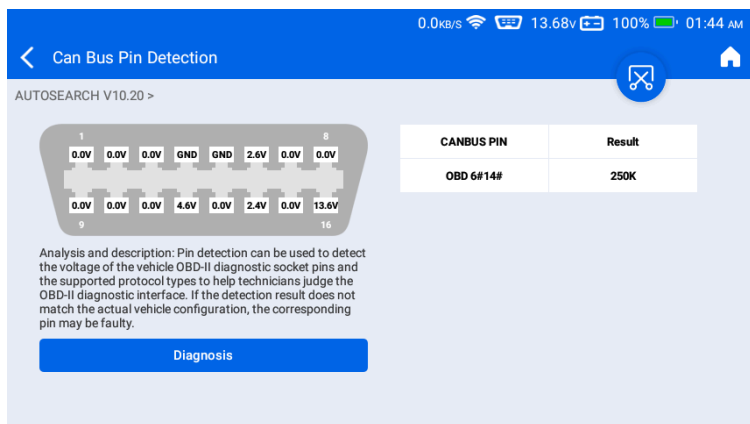

Figura 4-13
- **Tabela de Resultados:** A tabela de resultados mostra os pinos de comunicação detectados e a taxa de transmissão correspondente. Usando a Figura 4-13 como exemplo, a ferramenta identifica os pinos 6 e 14 como um barramento CAN operando a 250 Kbps, indicando um link de comunicação adequado entre o dispositivo de diagnóstico e o veículo.